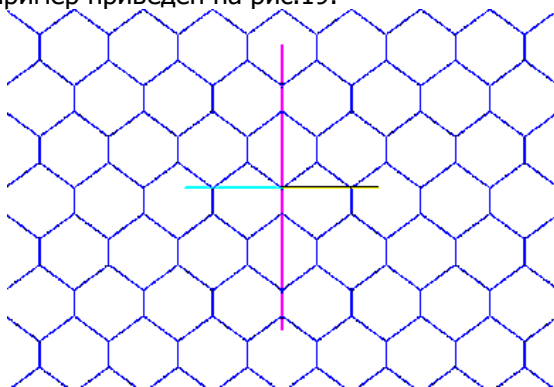

Рис.19. вид решетки в плоскости (110)
Surface 110 На экране появится вид решетки в плоскости (110). Пример приведен на рис.19.